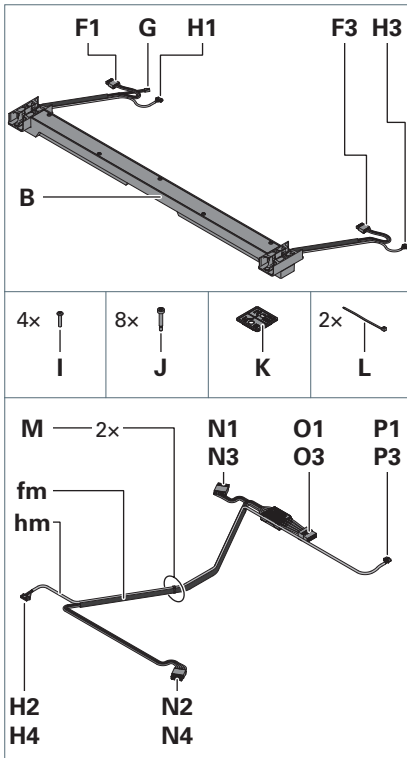

Fig. 2: Beipack Adapter H.
► Entnehmen Sie die Komponenten des Beipacks erst, wenn diese im jeweiligen Montageschritt benötigt werden, siehe Fig. 2.